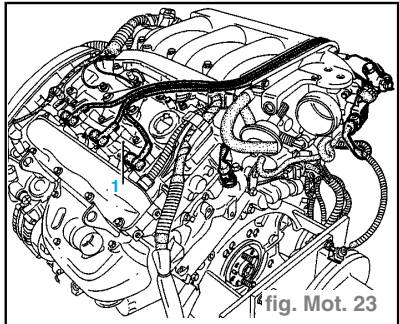

fig. Mot. 23
- de trois bobines (1) à double sorties, (fig. Mot. 23)